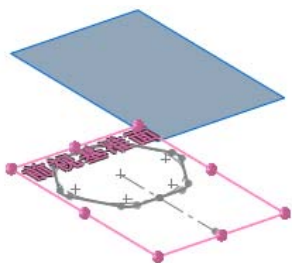
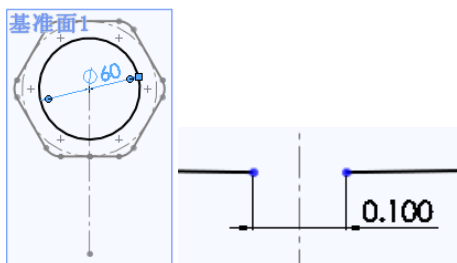

图 7-61 生成基准面
图 7-62 绘制开环的圆草图
(3) 绘制第 2 个草图。单击“参考几何体”工具栏中的“基准面”按钮, 或执行“插入”→“参考几何体”→“基准面”菜单命令, 弹出“基准面”对话框。在对话框中“选择参考实体”栏中选择上视基准面, 键入距离值 80, 生成与上视基准面平行的基准面, 如图 7-61 所示。使用上述操作方法, 在圆草图上绘制一个 0.1mm 宽的缺口, 使圆草图为开环, 如图 7-62 所示。单击“退出草图”图标。